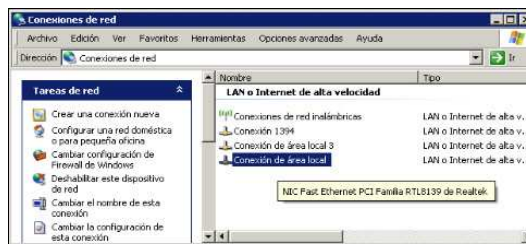

Figura 74
- Se deberá abrir una ventana similar a la de la figura 74.